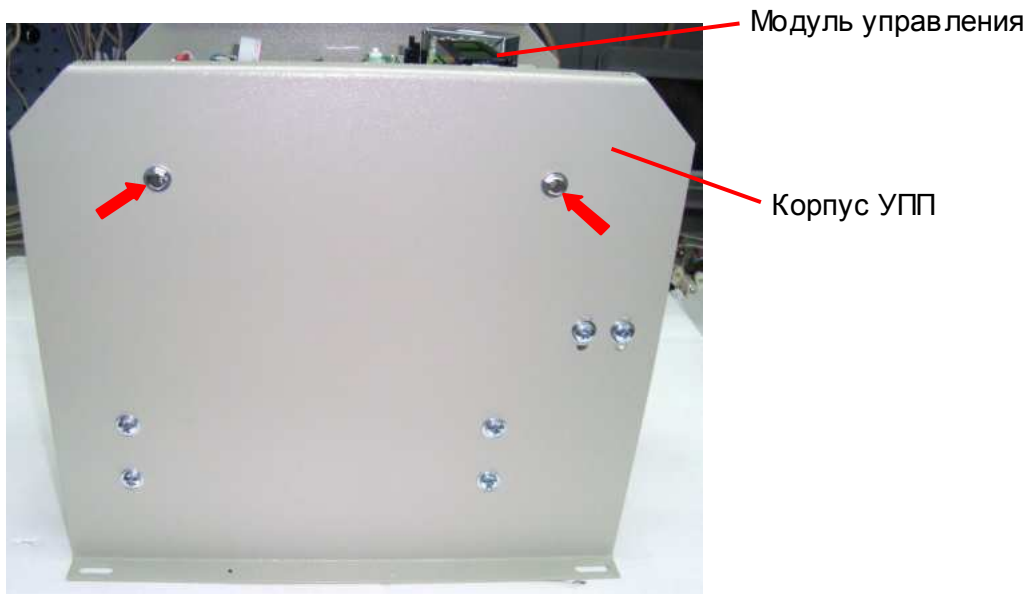
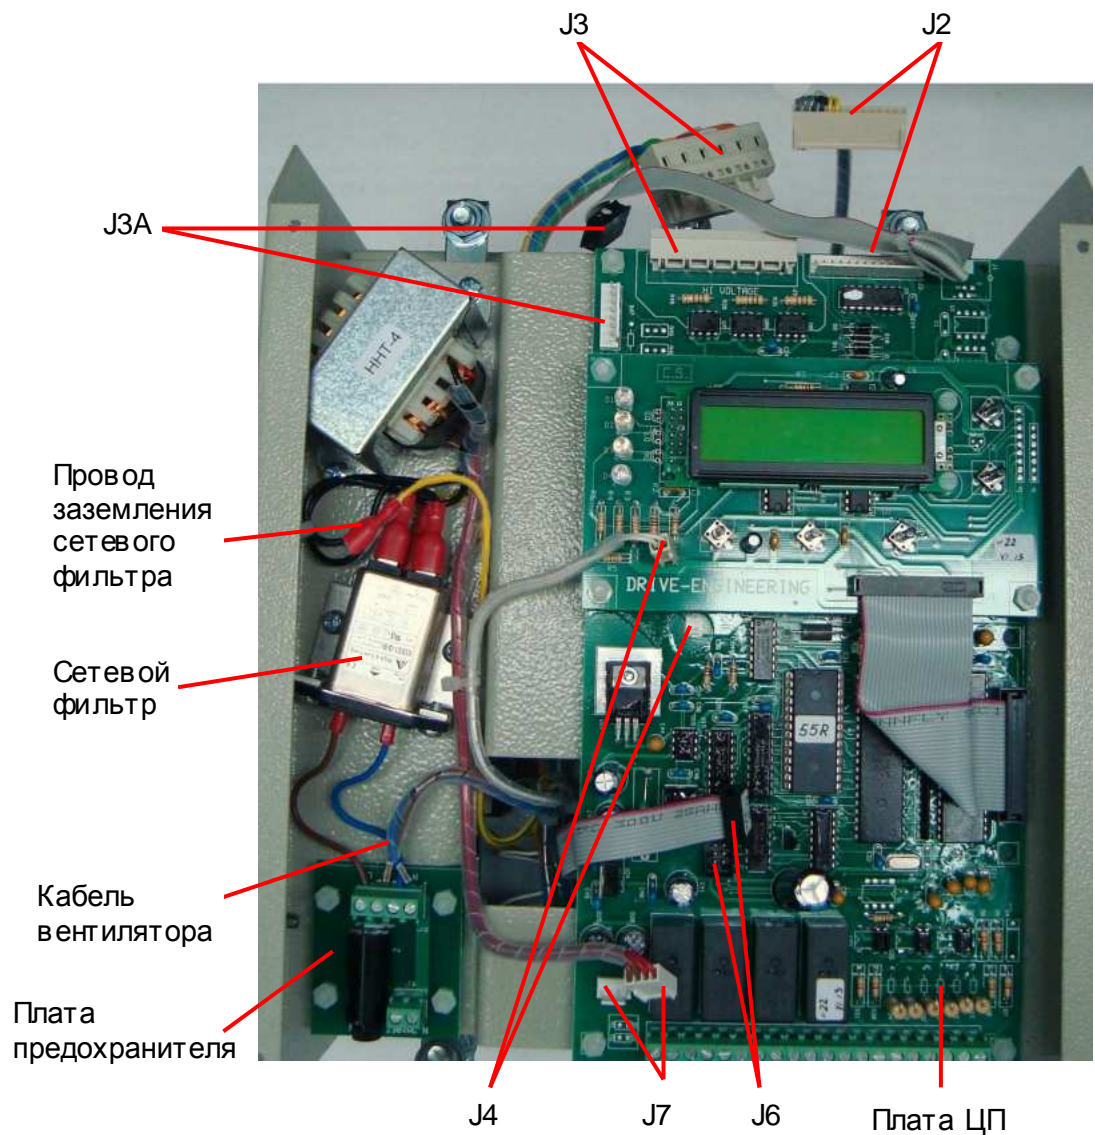

Рис. 7.27
Рис. 7.28
7.10.1. Установить модуль управления в корпус УПП (рис. 7.27). При установке модуля обратить внимание на соединительные кабели и провода, которые необходимо расположить согласно рис. 7.28.
7.10.2. Зафиксировать модуль управления четырьмя болтами (рис. 7.27, красные стрелки) с обеих сторон корпуса УПП.
7.10.3. Подключить разъемы кабелей к плате ЦП (разъемы J2, J3, J3A, J4, J6, J7, рис. 7.28 и схема п.4.3).
7.10.4. Подсоединить провод заземления сетевого фильтра к заземляющей клемме сетевого фильтра (рис. 7.28).
7.10.5. Подключить кабель вентилятора к клеммнику J2 платы предохранителя (рис. 7.28). (к клемме N синий провод, к клемме L – коричневый провод).